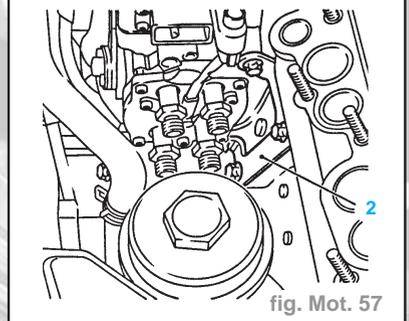

fig. Mot. 57
- Démontez le support de la pompe d'injection (2) du bloc de cylindres et de la pompe d'injection. Retirer par l'arrière la pompe d'injection du bloc cylindres et l'enlever du compartiment moteur par le haut (fig. Mot. 57).